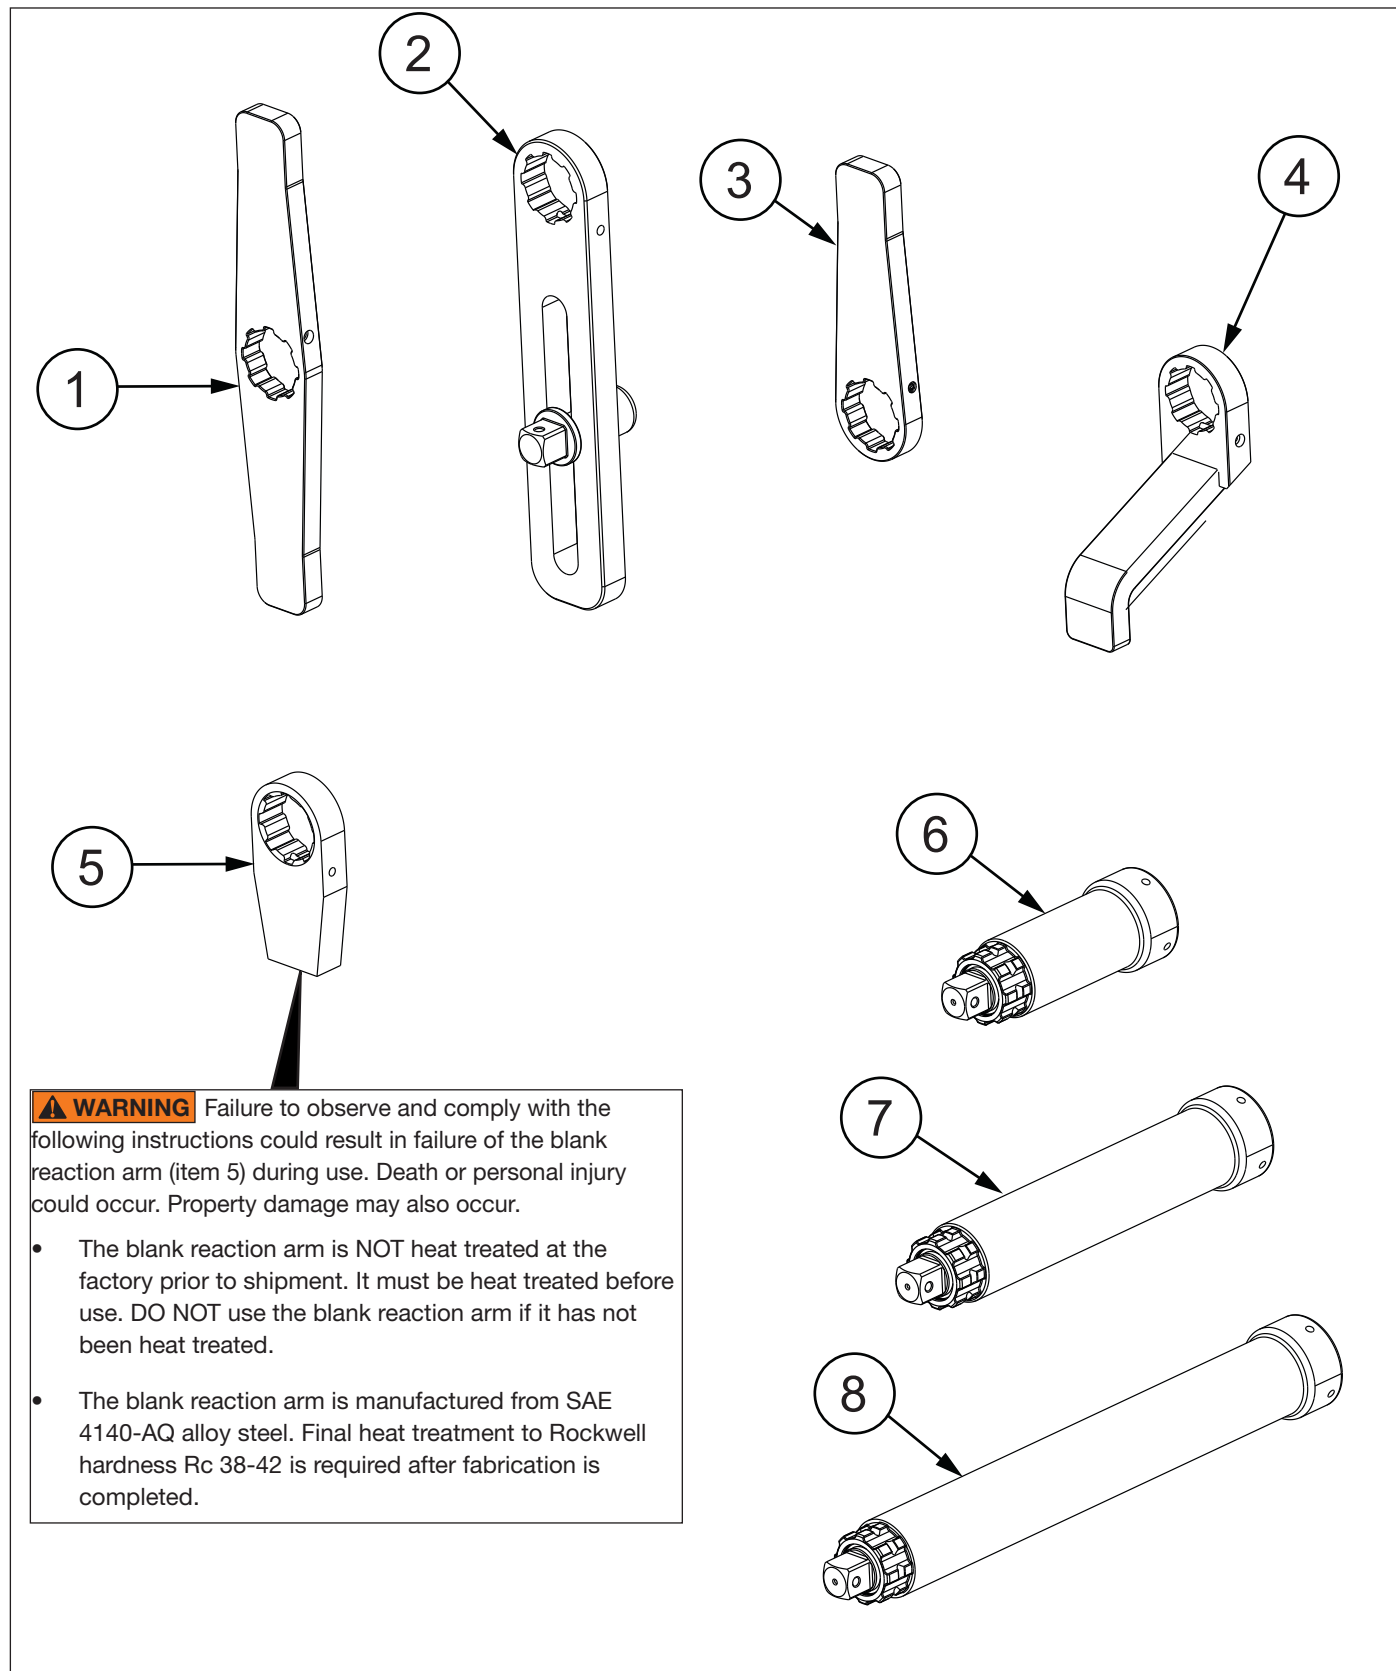

Figure 12: Accesories
9.8.1 Table of Parts (Figure 12)